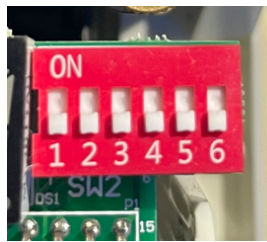

Figura 8: Dettagli DIP Switch
- b. Una volta individuato il puntatore, allentare la vite M4x12 e muovere la vite di regolazione orizzontale o verticale fino a che il laser non sia al centro dello specchio. Fare riferimento alla figura 8.